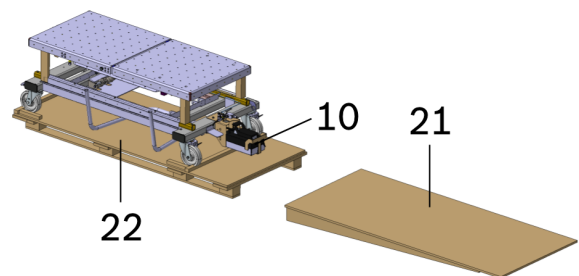

Figur 8: Sakseløftbord på pallen
1. Fjern trelistene (24) fra foran rullehjulene (6) (se Figur 8).
2. Skyv opp bremsepedalen (12) for å løsne bremsene.
3. Hold i håndtaket (1). Rull sakseløftbordet langsamt nedover rampen (21) med hjelp fra en assistent.
2. Fjern trepinnene (23) fra sakseløftbordet (se Figur 8).